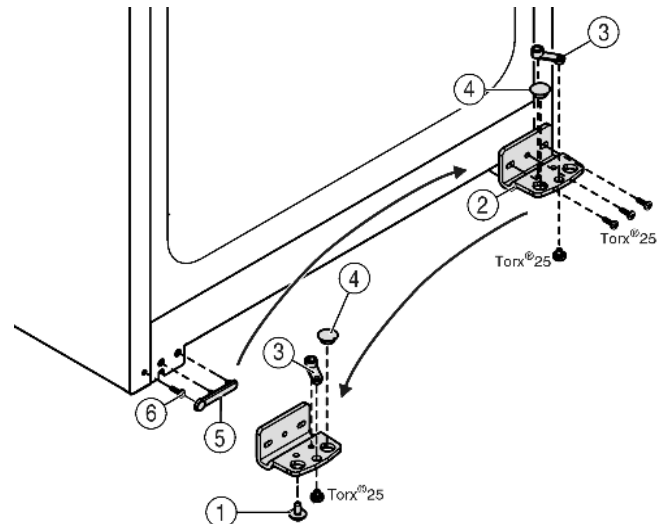

Fig. 5
- ▶ Lagerbock *Fig. 5 (2)* abschrauben.
- ▶ Lagerteil *Fig. 5 (3)* abschrauben und in das gegenüberliegende Aufnahmeloch des Lagerbocks umsetzen, wieder festschrauben.
- ▶ Stopfen *Fig. 5 (4)* aus dem Lagerbock herausnehmen und in das gegenüberliegende Aufnahmeloch des Lagerbocks umsetzen.
- ▶ Griffseitige Abdeckung *Fig. 5 (5)* vorsichtig abheben.
- ▶ Schraube *Fig. 5 (6)* herausdrehen und auf der Gegenseite wieder einsetzen.
- ▶ Abdeckung Fig. 5 (5) wieder aufsetzen.
- ▶ Lagerbock Fig. 5 (2) auf der neuen Scharnierseite **fest (mit 4 Nm)** ggf. mit Hilfe eines Akkuschraubers wieder festschrauben.